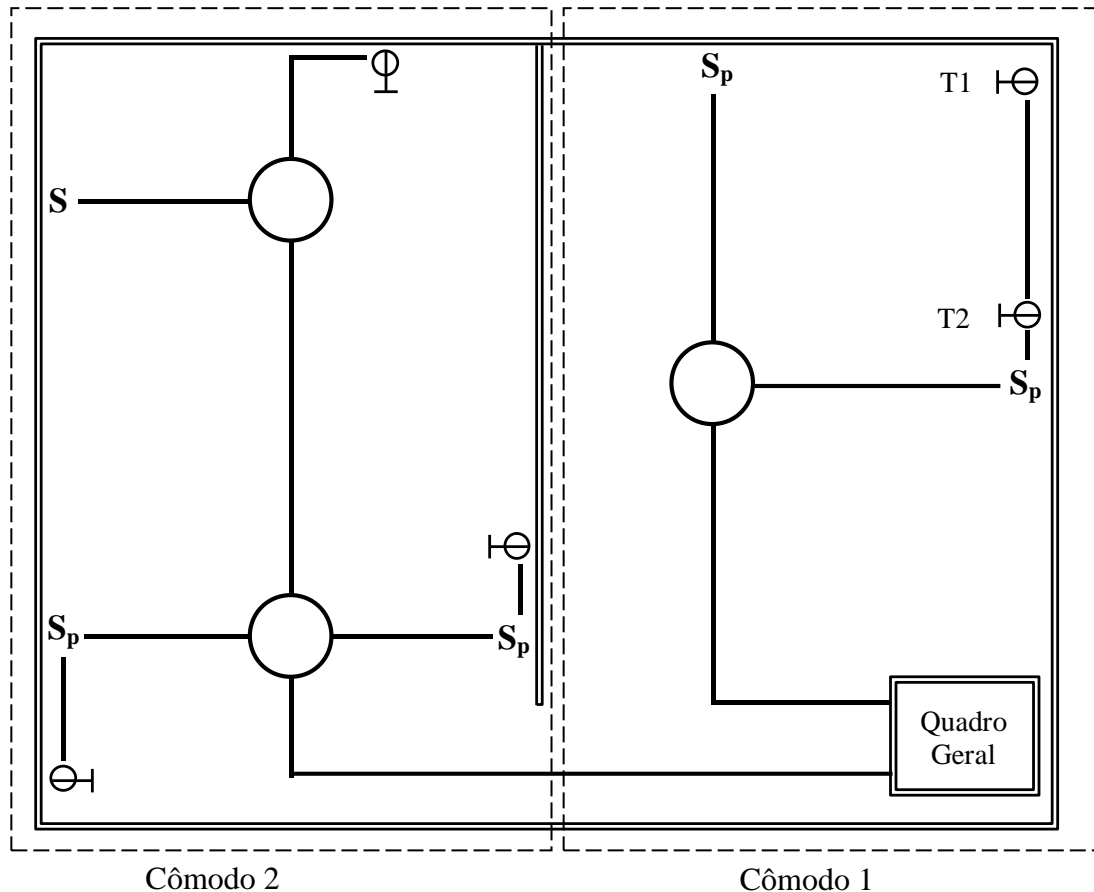

Figura 2: Planta baixa simplificada para projeto de instalação elétrica
- Ainda com o circuito desligado, com o auxílio do *beep* e por inspeção direta, identifique os circuitos já instalados no cômodo 2 (o mais distante do Quadro Geral, à direita ou à esquerda, dependendo da posição da bancada). Faça o esquema unifilar desde o Quadro Geral até as caixas das lâmpadas, interruptores e tomadas, utilizando a figura 2 a seguir (esse unifilar pode ser feito na mesma figura do pré-lab).